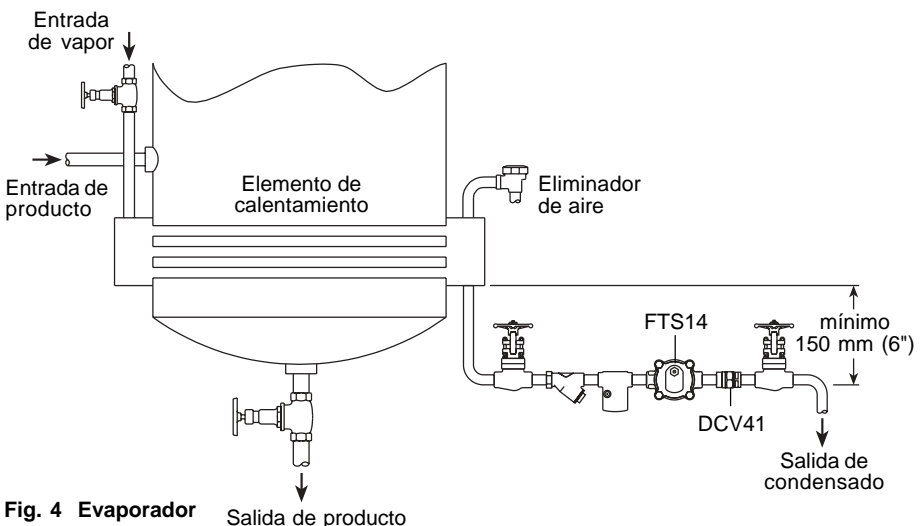

Fig. 4 Evaporador Salida de producto
- 3.7. El purgador debe montarse por debajo de la salida del sistema de vapor, precedido de un codo, de aproximadamente 150 mm (6") . Ver Fig. 4. Si no se puede colocar un codo, existe la posibilidad (en condiciones de poca carga) de que el vapor fluya por encima del condensado en el fondo de la tubería y alcance al purgador.